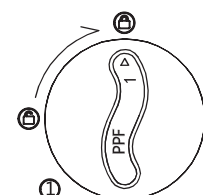

Fig 5
3. Presione suavemente el filtro y gire 90° en sentido del reloj, asegúrese que el icono del triángulo apunte al icono  (Fig 5).